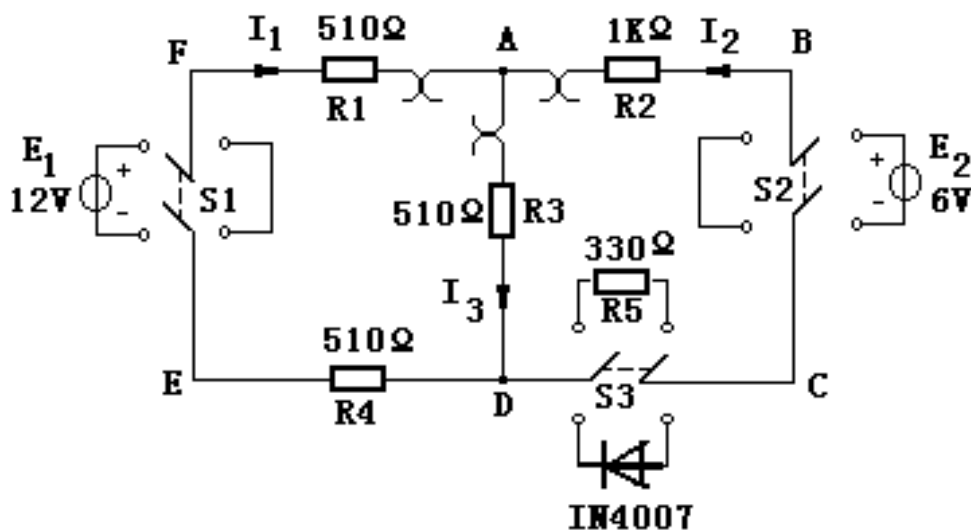

图 2-4-1
- 实验电路如图2-4-1所示，图中： $R_1 = R_3 = R_4 = 510\Omega$ ， $R_2 = 1k\Omega$ ， $R_5 = 330\Omega$
- 1. U_{S1} 电源单独作用（将开关 S_1 投向 U_{S1} 侧，开关 S_2 投向短路侧），参考图2-4-1（b），画出电路图，标明各电流、电压的参考方向。